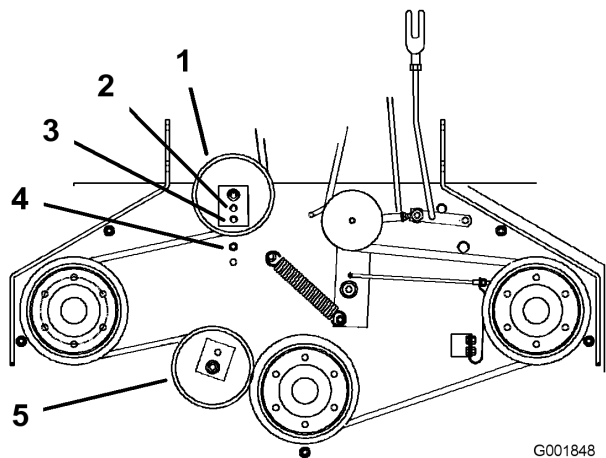

Figure 40
(Figure 40). Utilisez le trou qui donnera le réglage correct.
7. Lorsque la poulie de tension est déplacée, le guide de courroie doit l'être aussi. Placez le guide de courroie à la position avant (Figure 40).